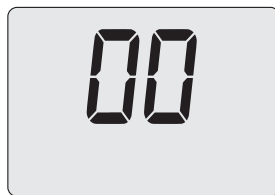

Figura 9.16
- Premendo il tasto 17 (Figura 9.13) sul display LCD appare il valore del parametro P06 (Figura 9.16).